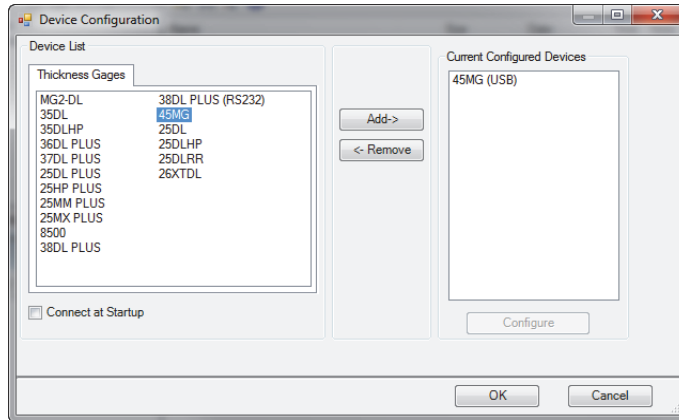

Figura 11-4 Cuadro de diálogo Device Configuration
- b) En el cuadro de diálogo **Device Configuration** (véase la Figura 11-4 en la página 216):
- (1) En la lista **Device List**, seleccione 45MG y, después, haga clic en el botón **Add**.